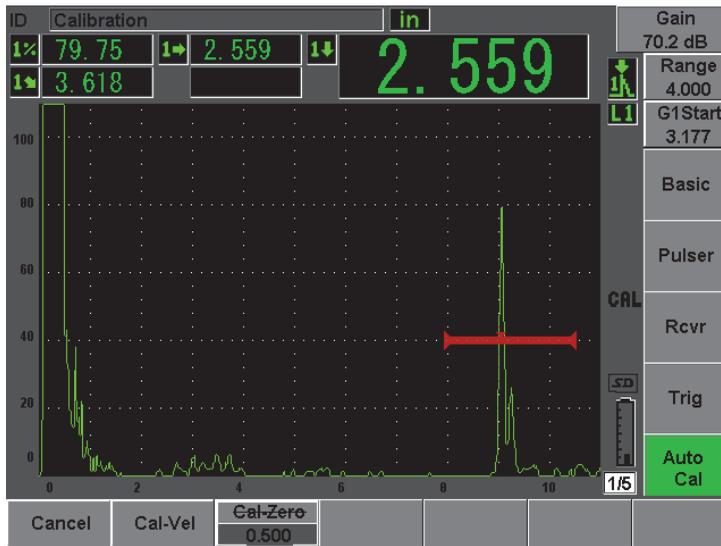

Figura 10-28 Ejemplo de una señal en la puerta para la calibración de la velocidad
7. Introduzca el valor del espesor conocido (0,500 pulgadas en este ejemplo) y seleccione **Continue** para pasar a la segunda etapa de calibración (véase la Figura 10-28 en la página 194).